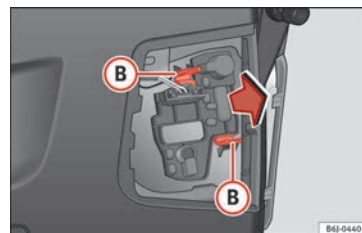

Bild 114 Demontera lamphållaren.
- Demontera lamphållaren genom att trycka på fästclipsen **(B)** » bild 114 och dra utåt.